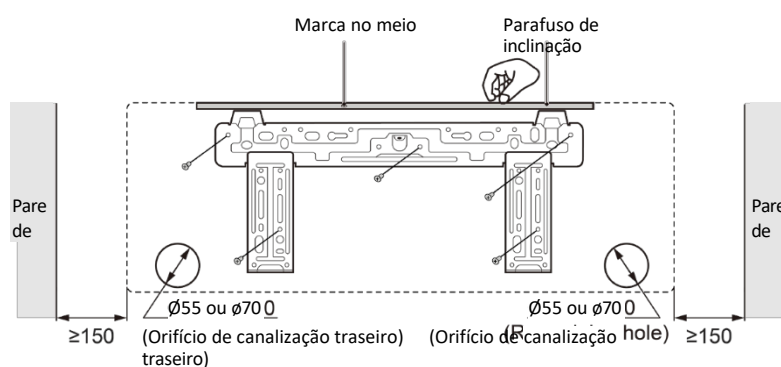

Fig. 4.2
- 4 O diâmetro indicado na Fig. 4.2 é de 55 mm ou 70 mm.
1 Faça o orifício para a tubagem (Φ 55 mm ou 70 mm) na parede com uma ligeira inclinação para baixo no lado exterior. O centro do orifício deve ser determinado com base na Fig. 4.2.